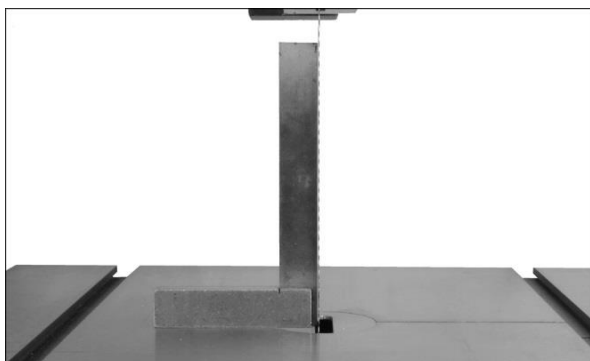

Рис. 15
10. Установите угольник на верх стола и полотна, как показано на рис. 15.
11. Ослабьте фиксатор (L) и вручную наклоните стол, пока стол не будет перпендикулярен полотну.